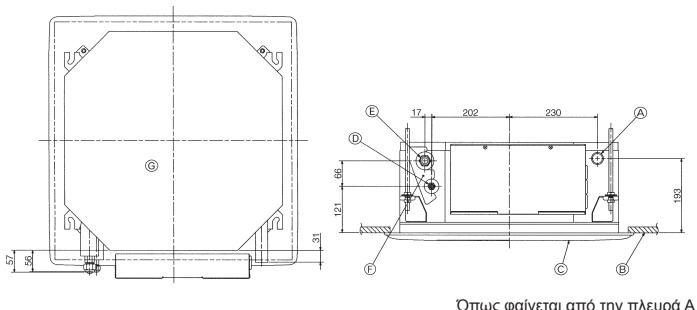

Fig. 3-1
3.1. Θέσεις σωλήνων ψυκτικού και αποχέτευσης της εσωτερικής μονάδας (Fig. 3-1)